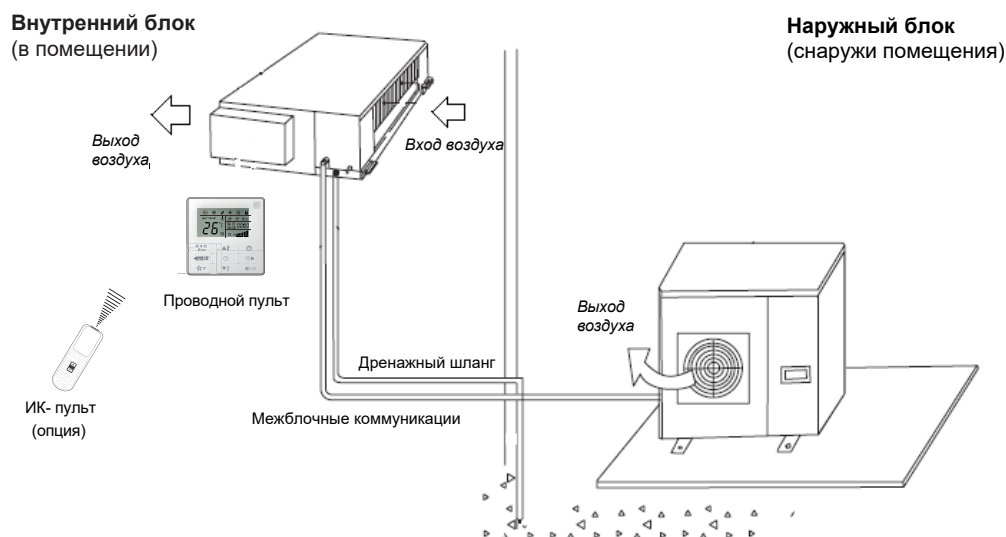

Рис.1 - Состав кондиционера
- Кондиционер состоит из наружного и внутреннего блоков, объединенных межблочными коммуникациями и пульта управления (рис. 1).